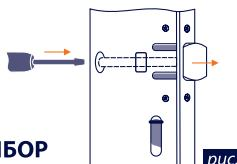

рис. 2.1
- Возмите отвертку или другой тупой предмет и надавите на внутренний стержень, который находится в задней торцовой части замка (рис. 2.1) так, чтобы ригель защелки полностью вышел из лицевой планки;